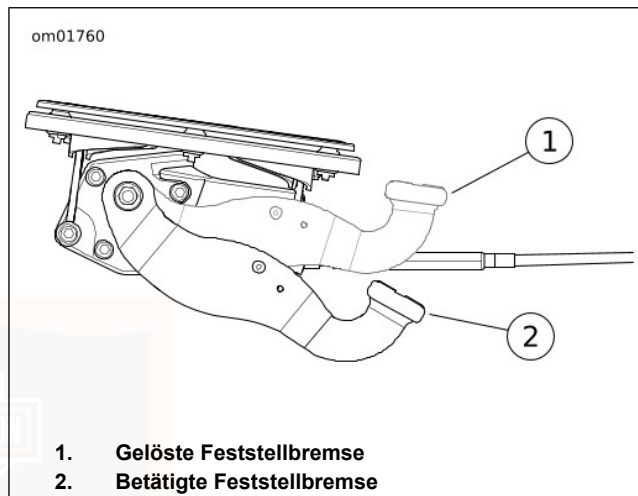

Abbildung 20. Handbremse
Siehe Abbildung 20. Das Feststellbremspedal befindet sich auf der linken Fahrzeugseite. Die Feststellbremse lässt die Bremsen für beide Hinterräder mechanisch einrasten und hindert das geparkte Fahrzeug so daran, wegzurollen. Die Kontrollleuchte für die Feststellbremse leuchtet auf, wenn die Feststellbremse aktiviert wird.
4. Siehe Abbildung 20. Das Feststellbremspedal fest mit dem linken Fuß herunterdrücken, bis es nicht mehr weiter heruntergedrückt werden kann.
2. Siehe Abbildung 20. Mit dem linken Fuß fest das Feststellbremspedal herunterdrücken und loslassen. Die Feststellbremse kehrt zur losgelassenen Position zurück. Der Druck auf dem Hinterradbremspedal sinkt, während die Feststellbremse gelöst wird.